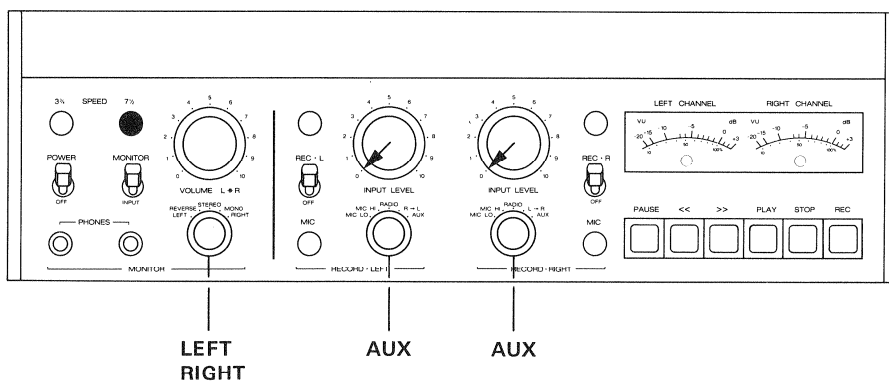

Fig. 6.5.-3
- Bedienelemente nach Fig. 6.5.-3 einstellen.
- NF-Millivoltmeter an Ausgang (51) OUTPUT L anschliessen.